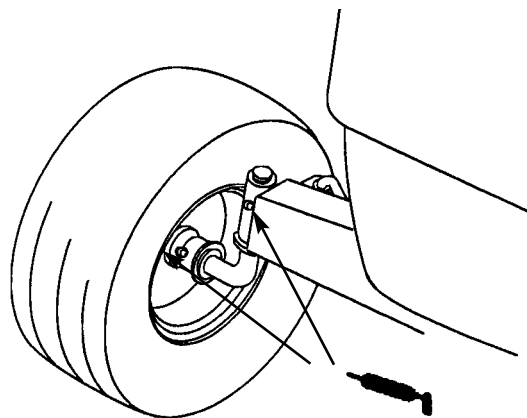

Fig. 15
1. Smør forhjulene til fett begynner å tyte ut av lagrene (fig. 15).